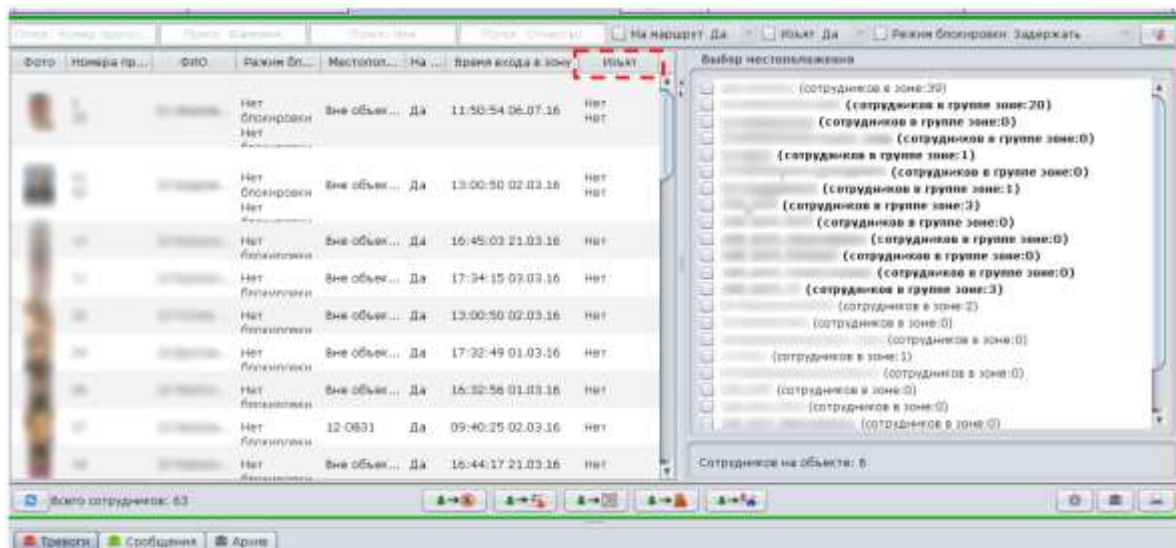

Рис. 93
9.5.1. При установке галочки в поле «Включить функционал «Изъятие пропуска»» в таблице со списком сотрудников (Рис. 93) появится столбец «Изъят»;